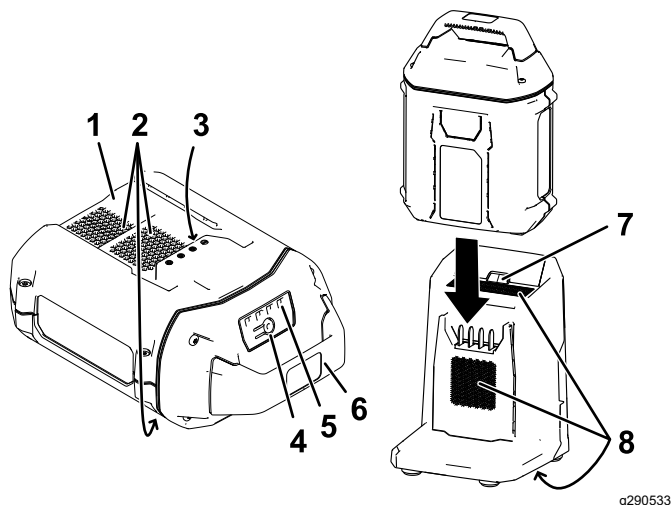

Рисунок 13
2. Совместите выемку на аккумуляторной батарее (Рисунок 13) с выступом на зарядном устройстве.
3. Вставьте аккумуляторную батарею в зарядное устройство до полной посадки (Рисунок 13).